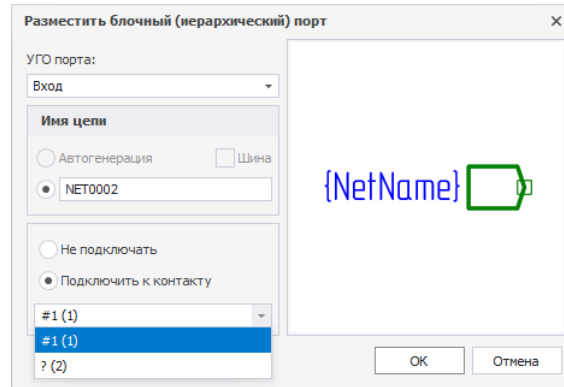

Рис. 262 Сопоставление блочного порта с выводом УГО блока
3. Сопоставить блочный порт с выводом УГО блока. Данное действие доступно только в том случае, если для УГО блока были созданы выходы. Для сопоставления порта и вывода нужно установить переключатель в положение «Подключить к контакту» и с помощью выпадающего списка выбрать нужный вывод УГО блока, см. Рис. 262.